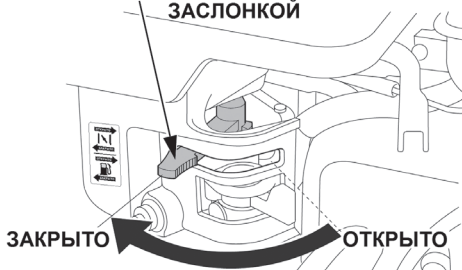

Рис. 19 Рычаг управления воздушной заслонкой
2. Закройте воздушную заслонку карбюратора. Для этого переведите рычаг управления воздушной заслонкой в крайнее левое положение (Рис. 19).